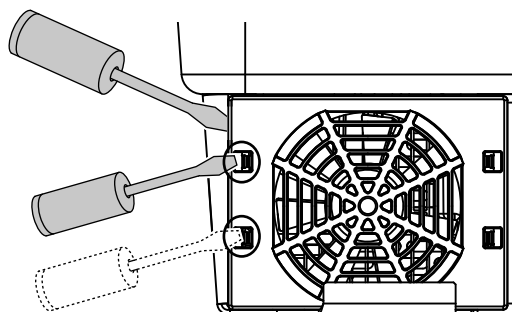

Fig. 74: Togliere le linguette di fissaggio
4. Estrarre completamente il gruppo ventola dall'involucro. A tale scopo staccare il connettore del cavo della ventola.  **Fig. 74**